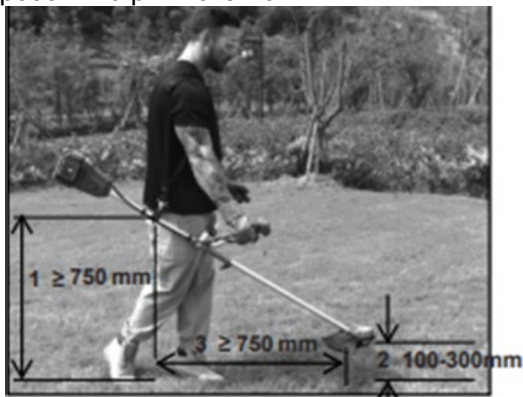

Рисунок 8. Типова схема паскового підвісу виробу.
5.1.2.5 Приєднання та регулювання наплічного паскового підвісу (рис. 8).